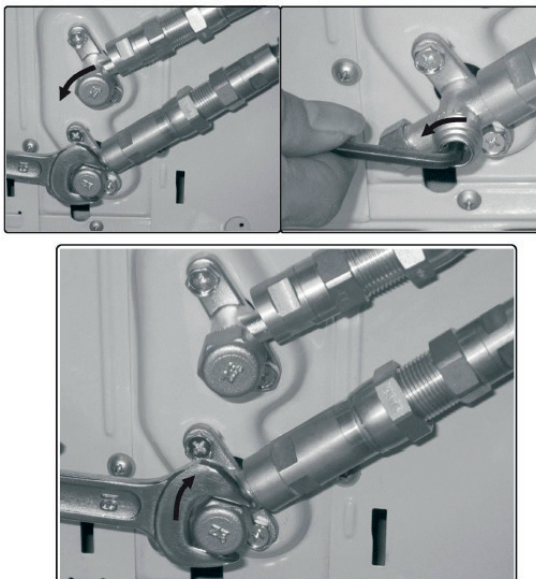

Fig. 6.6
6. Verwijder nu het deksel van de onderste klep met een 19 mm steeksleutel. Open de klep door ze zo ver mogelijk in tegenwijzerzin te draaien met een 5 mm inbusleutel. De klep staat nu open. Als de klep niet volledig wordt geopend, kan het systeem slecht werken en worden beschadigd. Schroef het deksel terug op de onderste klep en zet het goed vast om ervoor te zorgen dat het goed afdicht. Zie Afb. 6.6.